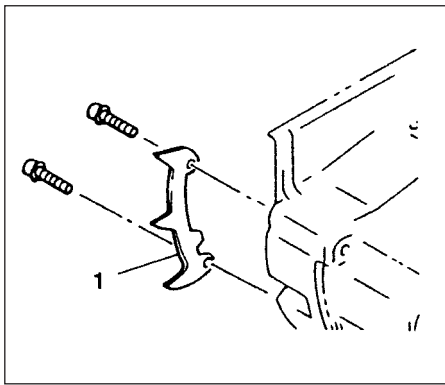

Fig.1-0
\* Die Anschlagsspitze (1) (falls vorhanden) mit den beiden Schrauben an das Werkzeug montieren. (Fig. 1-0)